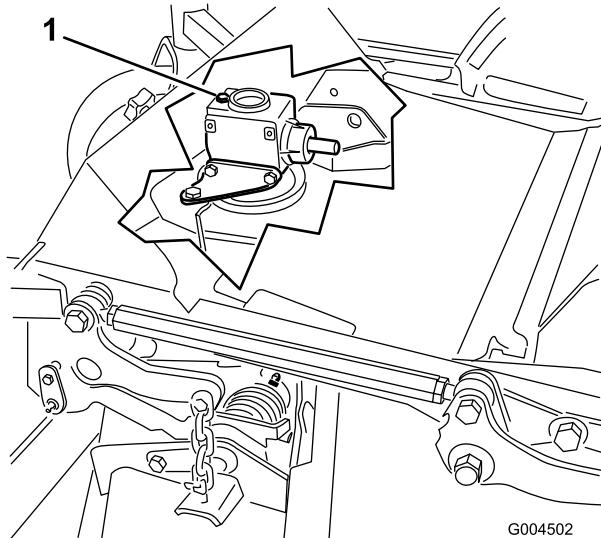

Figura 38
- Togliete il tappo di riempimento/asta di livello da sopra gli ingranaggi (Figura 38) e verificate che il lubrificante si trovi tra i segni riportati sull'asta di livello.
- Togliete l'asta di livello/tappo di riempimento da sopra gli ingranaggi (Figura 38).